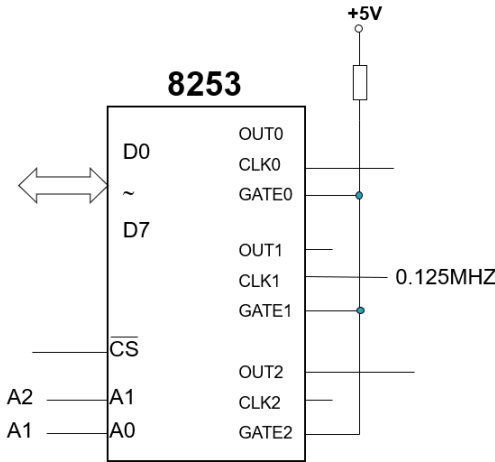

图 2 某 8253 应用系统
4.在某 8253 应用系统（如图 2）中，CLK1 的输入脉冲频率为 0.125MHz。要求使用 OUT1、OUT2、OUT3 中的任一引脚输出方波（方式 3），方波宽度为 1.5 分钟。试画出实现此功能的连线图，写出相应定时/计数器通道的方式控制字及其计数初值。8253 的控制字格式见附录 1。